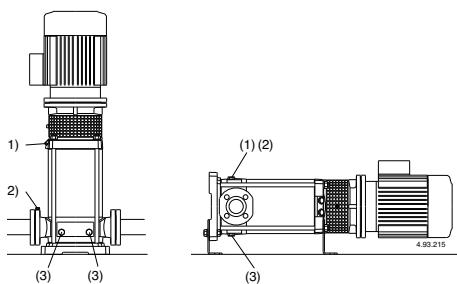

Fig.3 (1) Vullen ontluchtingsplug
klep te openen, vul de zuigleiding en de pomp door de vulopening (fig. 3).
Sluit de ontluuchting voor (fig. 3) voor MXV-B, MXV(L) 25-32-40 en MXV(L)4 25-32-40 Sluit de naaldschroef (14.07) in de aftapplug (14.12) (fig. 3b) en sluit de ontluuchting (14.04).
Of, na het legen, reinigen door schoon water (minimaal 40 liter) in het vulgat (1) te gieten aan de afvoerkant en het weer uit het afvoergat (3) aan de aspiratiekant (fig. 3) te laten lopen.
Voor iedere geval geldt: **als de pomp niet wordt gebruikt moet deze, als er een kans is op bevriezing, volledig worden afgeapt (fig. 3).**
Voorafgaand aan demontage, sluit de afsluuters in zuig- en persleiding en tap het pomphuis af (fig. 3).